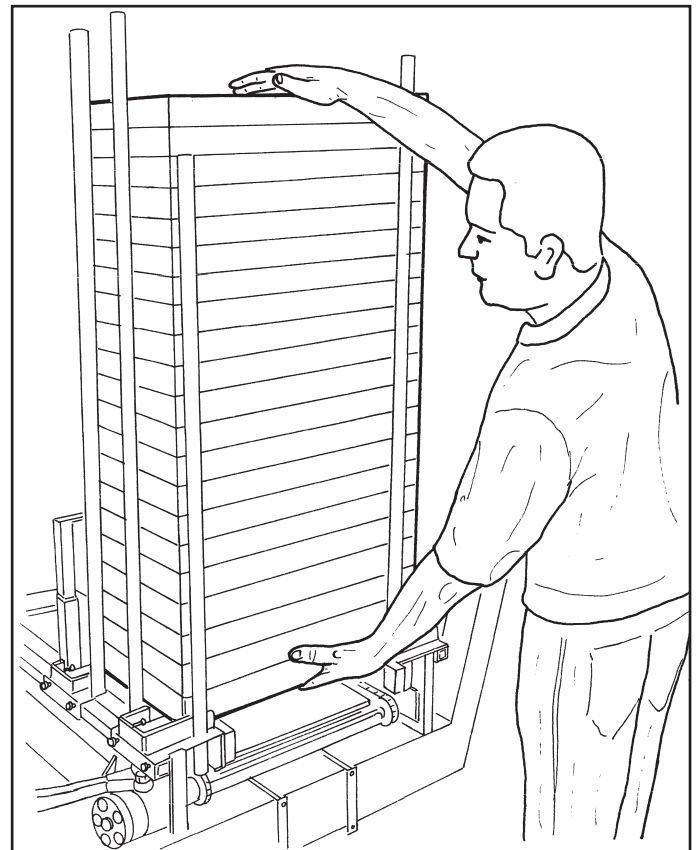

Fig. 1
- Si vous devez modifier la distance entre un plant et un autre, procédez de la sorte : **le réglage de la distance** s'effectue en appuyant sur la touche **ENTER (G)**. Le curseur commence à clignoter et avec les flèches HAUT/BAS, réglez la distance que vous confirmez à l'aide de la touche **ENTER**. Remarquez qu'en changeant cette valeur, la quantité de plants par hectare varie aussi automatiquement.
- Quand le tracteur est à l'arrêt, si besoin est, recharger la machine avec les plateaux de plants et décharger éventuellement les plateaux vides **(Fig. 1)**.
- Siempre durante el trasplante, si fuera necesario variar la distancia entre planta y planta, proceder como se indica a continuación: **la regulación de la distancia** se efectúa pulsando la tecla **ENTER (G)**. El cursor comienza a parpadear, con las flechas ARRIBA/ABAJO se regula la distancia solicitada, que seguidamente se confirma de nuevo con **ENTER**. Hay que notar que, si se varía este valor, automáticamente varía también la cantidad de plantas por hectárea.
- Con el tractor parado, y si fuera necesario, recargar la máquina con bandejas de plantitas y descargar las bandejas vacías **(Fig. 1)**.
Premere il tasto (A) dal MENU' DI LAVORO e si accede alla videata di Fig. 1, quindi premere il pulsante (B), la macchina esegue il ciclo di scarico delle piantine dal distributore senza scaricare il pannello mezzo vuoto. Terminate le piantine il carrello si alza, la morsa pannello si apre, a questo punto con una mano si tiene il pannello per l'estrazione e con l'altra si preme STOP (8).